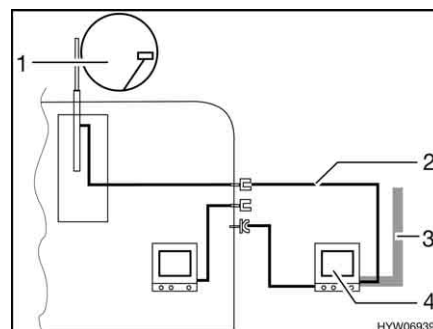

Bild 192 TV i förtältet
- TV i förtältet (Bild 192,4): Anslutning till takantenn (Bild 192,1) med anslutningskabel (Bild 192,2)
- TV i förtältet (Bild 192,4): Anslutning till extern antenn (Bild 192,3)